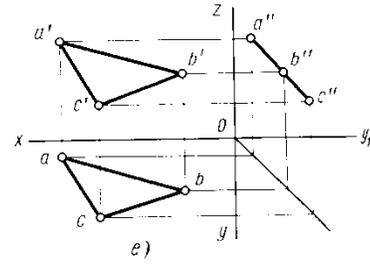

Рисунок 10
- 3)  $P \perp W$  – профильно-проецирующая плоскость (Рисунок 10)